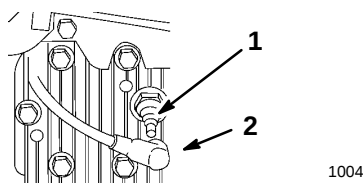

Figure 14
1. Couper le moteur et débrancher la bougie (Fig. 14).
2. Débrancher la bougie (Fig. 14).
3. Débrancher la bougie (Fig. 14).
5. Reconnecter la bougie (Fig. 14).
- C. Si la lame n'est pas usée ni émoussée, redresser la tondeuse et reconnecter le fil de la bougie (Fig. 14).